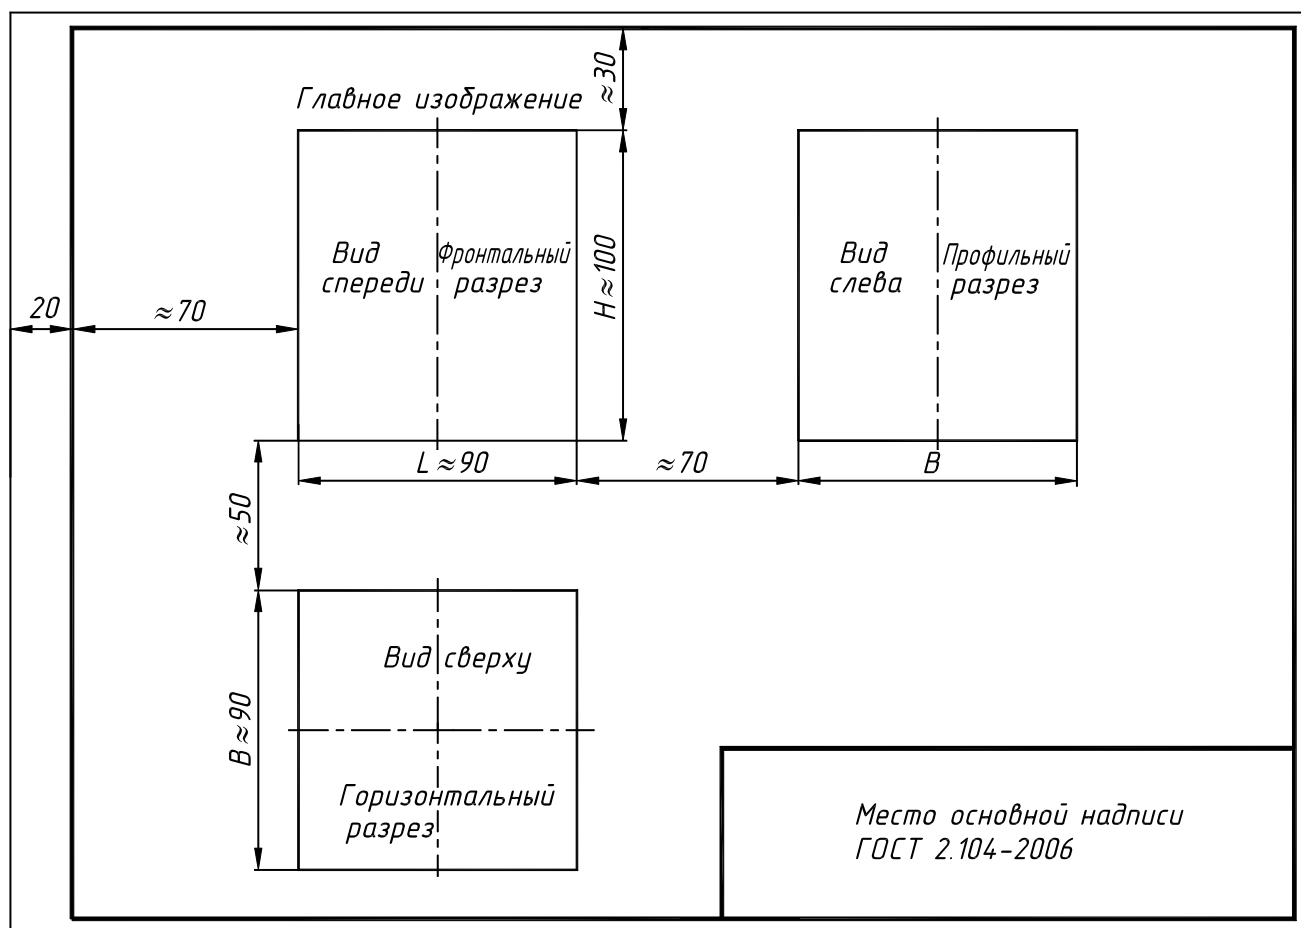

Рис. 80
2. Выделить на листе ватмана соответствующую площадь для каждого из трех изображений (рис. 80). Главное изображение – соединение половины вида спереди с половиной фронтального разреза. На месте вида сверху – соединение половины вида с половиной горизонтального разреза. На месте вида слева выполнить соединение половины вида с половиной профильного разреза. При этом обратить внимание на то, что изображения детали должны располагаться на листе равномерно, а не концентрироваться в одном углу. Расстояния между отдельными изображениями и самих изображений от линий рамки должны выбираться такими, чтобы обеспечить условия для нанесения размеров, условных обозначений и надписей. Провести штрихпунктирные линии: оси поверхностей вращения, оси симметрии изображений.